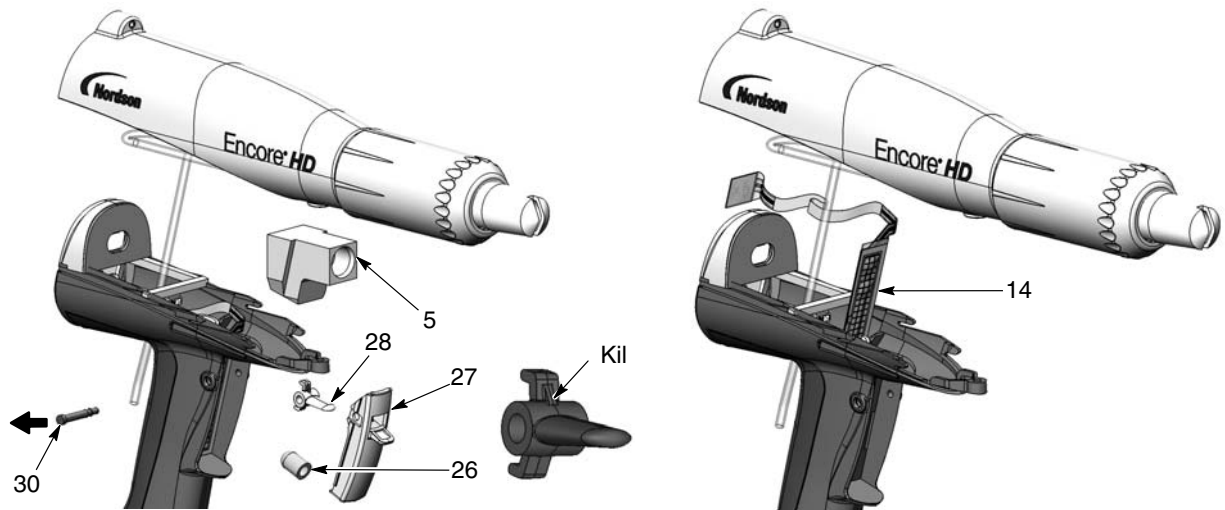

Bild 6-8 Byte av avtryckarkontakt
3. Se bild 6-8. Drag av det vinklade röret (5) från inloppsröret.
4. Tryck ut, på den smala änden, axeln (30) ur handtaget med en liten dorn med flat ände eller annat verktyg.
5. Tag av sprayningsavtryckaren (27), länkarmen (26), och spolningsavtryckaren (28) från handtaget.
6. Använd ett verktyg för att peta ut triggkontakten (14) från handtaget, drag den därefter uppåt och ut ur handtaget.
1. Se bild 6-8. Orientera den nya kontakten (14) så att gallret är riktat mot pistolens framsida, skjut därefter försiktigt in den fyrkantiga, nedre delen av kontakten genom öppningen i handtaget.
4. Montera spolningsavtryckaren (28) i sprayningsavtryckaren (27) med kilen vänd uppåt så som visas. **Vänd inte spolningsavtryckaren upp och ner.**
5. Placera avtryckarna i handtaget och håll dem på plats medan man trycker i axeln (31) genom handtaget och avtryckarna, tills att axeln skulle ligga ens med handtaget. Axeln kommer att snäppa på plats om den installerats korrekt.